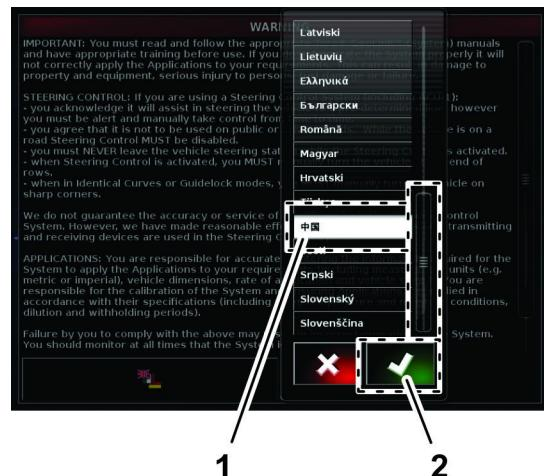

图 15
2. 在语言选择对话框中导览至您的首选语言从列表中选中然后按 YES 是图标图 15。